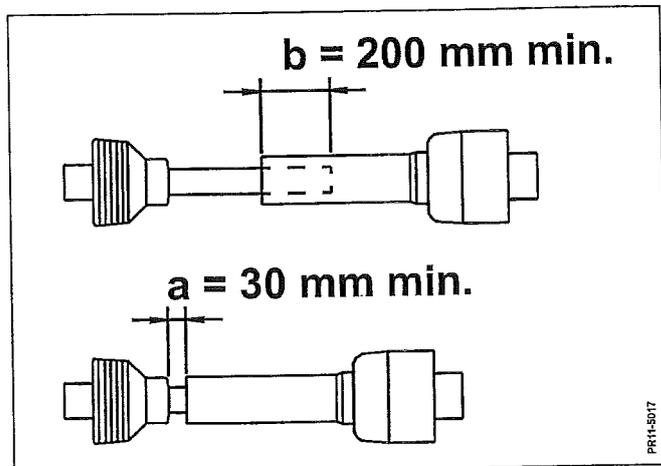

Fig. 2-4
VIGTIGT: Kraftoverføringsakslens profilrør skal ubetinget overholde overlappingsmålene som vist ved Fig. 2-4.
- Fig. 2-4** Tilpas kraftoverføringsakslen så den: